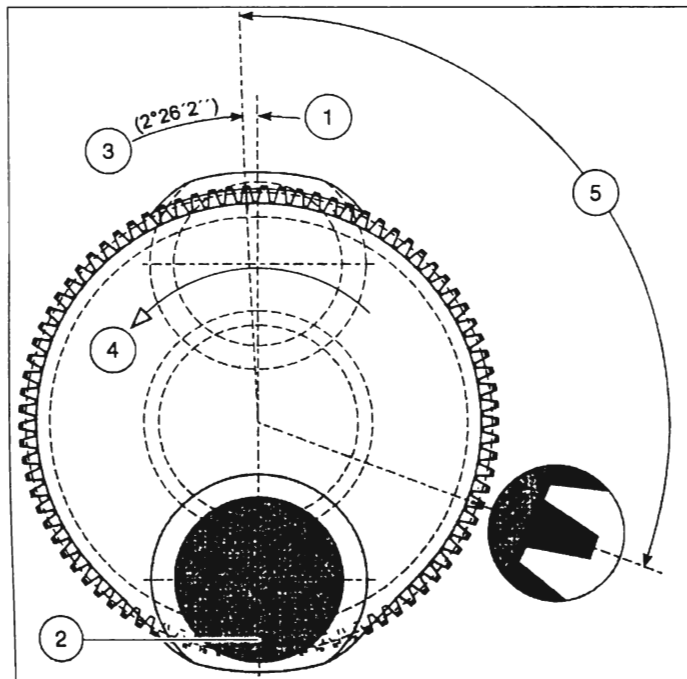

Рис. 1.28. Установка шестерни привода демпфера
♦ Выберите двойную метку на шестерне, на 27 зубец нанесите стираемую метку (см. рис. 1.28).
♦ Нанесите метку на коленчатый вал на расстоянии  $2^\circ 26' 2''$  после ВМТ в направлении стрелки, показанной на рис. 1.28.
- ◆ Нанесите метки в соответствии с рис. 1.28.